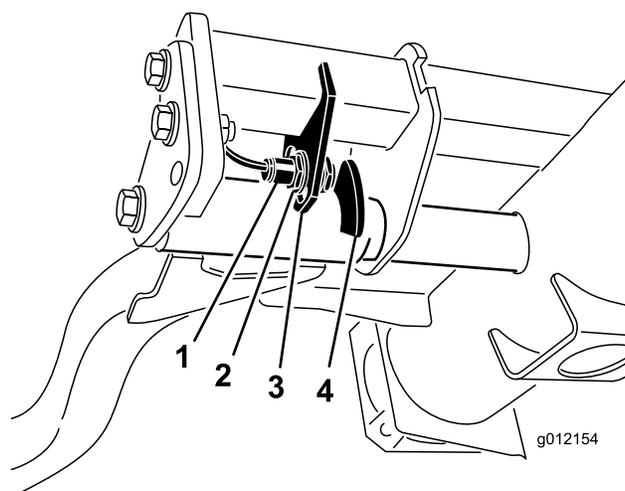

Figura 44
- El interruptor del brazo de elevación está situado debajo del depósito de aceite hidráulico y detrás del brazo de elevación delantero derecho (Figura 44).
- Afloje los tornillos de montaje del interruptor (Figura 44) y desplace el interruptor hacia abajo para aumentar la altura de giro del brazo de elevación, o hacia arriba para reducir la altura de giro del brazo de elevación. Apriete los tornillos de montaje.